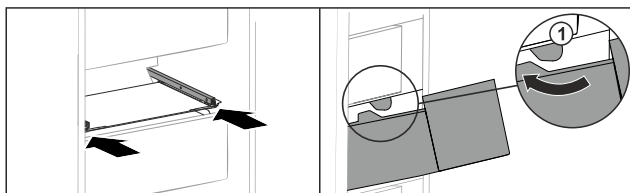

Fig. 146
- ▶ Poprowadzić szufladę wokół stoperów Fig. 146 (1).